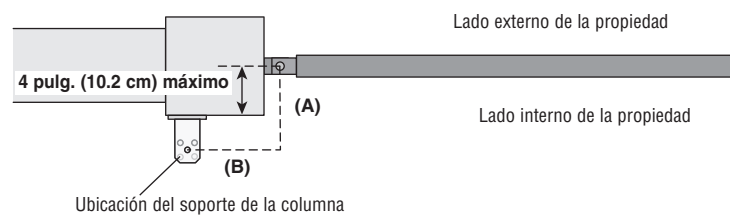

FIGURA 2
7. Colocar un nivel en el soporte y medir 35-1/2 de pulg. (90.2 cm) desde el agujero central del soporte y marcar la ubicación en el portón (Figura 2).
- Con el portón en posición totalmente abierta, el operador debe tener una separación de 11-1/4 de pulg. (28.6 cm), tal como se muestra (Figura 2).